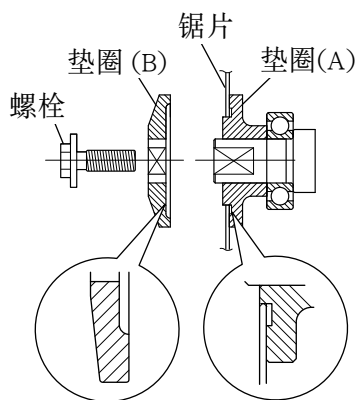

图 14
2. 安装锯片（图 14）
- (1) 将主轴、螺栓以及垫圈周围堆积的切屑完全清理干净。
- (2) 安装锯片时，垫圈(A)和(B)的凹入侧必须和锯片侧一致。将锯片安装到主轴上，最后固定垫圈(B)（参见图 14）
- (3) 为确保锯片转动方向正确，锯片上的箭头方向必须与锯盖上的箭头方向一致。
- (4) 用手指尽量将固定锯片的螺栓拧紧。然后压下锁紧杆，锁住主轴，并拧紧螺栓。
- (5) 确保锁紧杆仍在原来的位置。